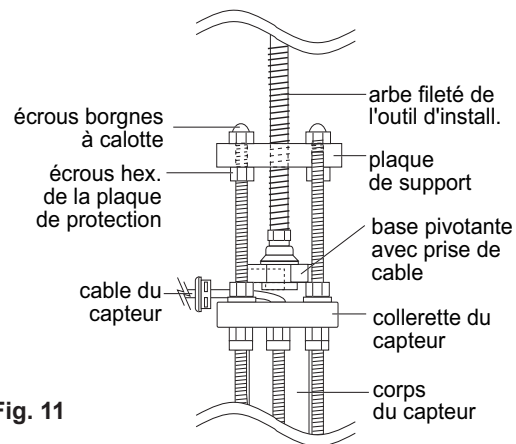

Fig. 11
- G.** Mettre en place la plaque de support de l'outil d'installation en la faisant tourner de façon à ce qu'elle soit environ à 40 mm de la base pivotante. Monter l'outil d'installation en plaçant les tiges filetées au travers des trous de la plaque de support de l'outil, et en reposant celle-ci au dessus des écrous hexagonaux de la plaque de protection. S'assurer que les oreilles de la base pivotante sont montées **entre** les tiges filetées (et non pas sur les tiges filetées). Installer les écrous borgnes à calotte de la plaque de support. Serrer les écrous borgnes à calotte de la plaque de support pour bien maintenir en place l'outil d'installation. (Fig. 11)